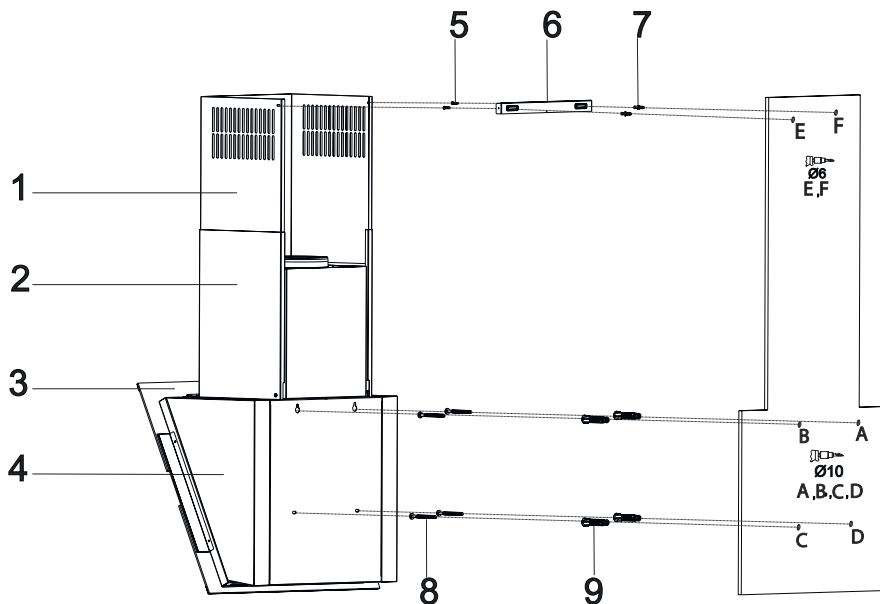

Fig. 8
2. ➤ Fäst monteringsmallen på väggen i önskad höjd. Borra hål i punkterna A, B, C & D med Ø10mm borr (Fig. 8).
3. ➤ Sätt nu pluggar i punkterna A, B, C ve D. Montera 5,5x60 skruvar på punkterna A & B och lämna ett avstånd på 5mm mellan väggen och skruvhuvudet (Fig. 8).
4. ➤ Häng upp produkten och fäst den genom att skruva på A + B 5,5x60 och på D & C med 5,5x60 skruvar (Fig. 8).